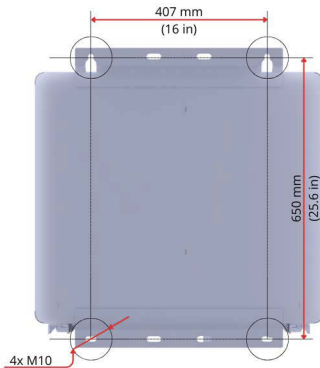

Abb. 9: Montageabmessungen
- 1. Montageschienen anhand der Abb. 9 montieren. Dabei darauf achten, dass die Connection Box einen Winkel von mindestens 10° aufweist.